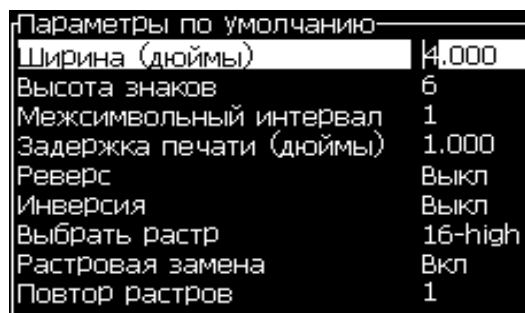

Рисунок 5-11: Диалоговое окно “Параметры сообщения”
- 2 В меню “Messages” (сообщения) выберите опцию “Message Parameters” (параметры сообщений) (Рисунок 5-11) для редактирования значений.